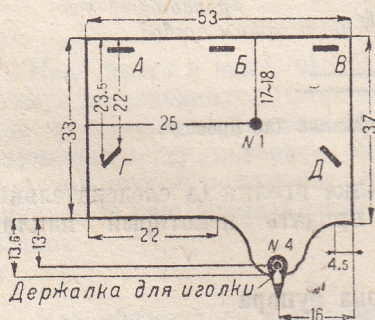

Рис. 55. Рупор-мембрана.
4. Для рупора-мембраны (рис. 55) из тонкой фанеры выпилите прямоугольник с выступом. Размеры указаны на рисунке. В этом прямоугольнике просверлите отверстие № 1 по размерам того маленького болтика *В*, который будет скреплять держалку с рупором. Кроме этого, наверху рупора-мембраны сделайте